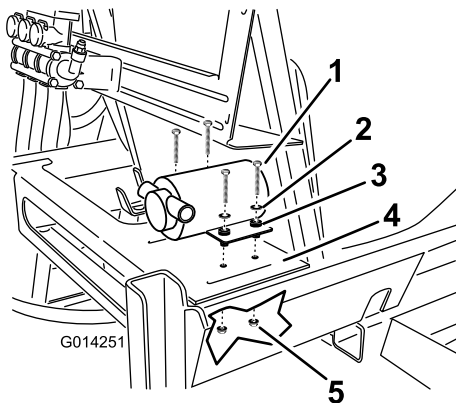

Bild 19
1. Befestigen Sie die Spülbehälterpumpe am Behälterrahmen an der Plattform auf rechten Seite hinten am Hauptspülbehälter, wie in Bild 19 abgebildet.
2. Befestigen Sie die Spülbehälterpumpe mit vier Schrauben, vier Scheiben und vier Sicherungsmuttern am Rahmen (Bild 19).